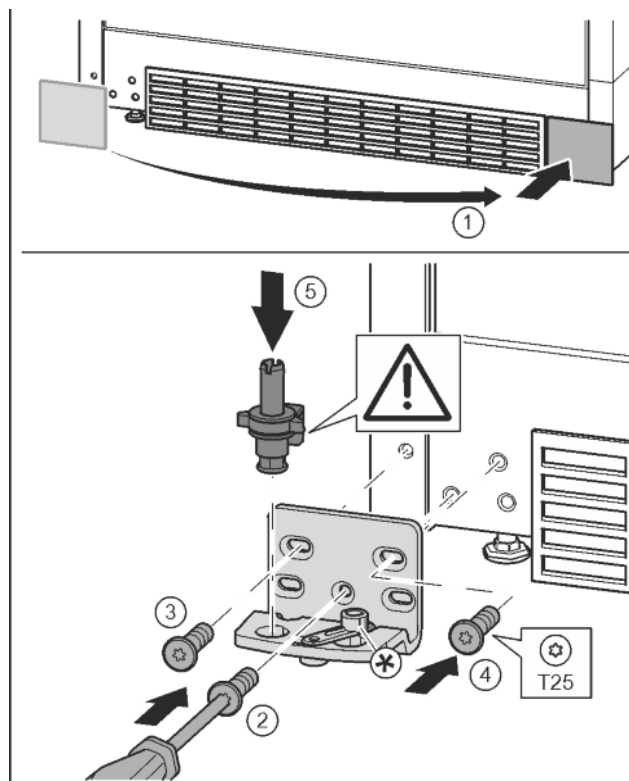

Fig. 18
- ▶ Detașați capacul și montați-l pe partea opusă. *Fig. 18 (1)*
- ▶ Aplicați suportul de lagăr pe partea opusă și înșurubați-l cu ajutorul unei șurubelnițe T25. Începeți cu șurubul 2 de jos din centru. *Fig. 18 (2)*
- ▶ Înșurubați ferm șurubul 3 și 4. *Fig. 18 (3, 4)*
- ▶ Introduceți complet bolțul de lagăr. Aveți grijă aici ca respectiva camă de cuplare să fie îndreptată către înapoi. *Fig. 18 (5)*